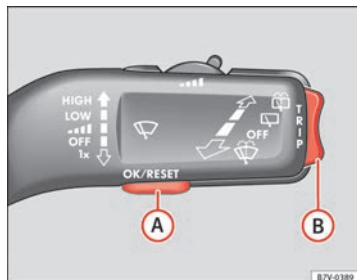
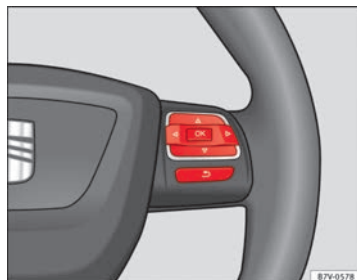

Abb. 37 Fahrzeuge ohne Multifunktionslenkrad: Im Scheibenwischerhebel: Taste (A) zum Bestätigen von Menüpunkten und Wippe (B) zum Wechseln der Menüs.
Abb. 38 Rechte Seite des Multifunktionslenkrads: Tasten zum Bedienen der Menüs im Kombiinstrument.
- Falls eine Meldung oder das Fahrzeug-Piktogramm angezeigt wird, Taste **OK** drücken (⇒ Abb. 37 **A**) bzw. ⇒ Abb. 38).
- Wippe ⇒ Abb. 37 **B** oben oder unten bzw. am Multifunktionslenkrad Pfeiltasten **↩** oder **↪** drücken, bis der gewünschte Menüpunkt markiert ist.